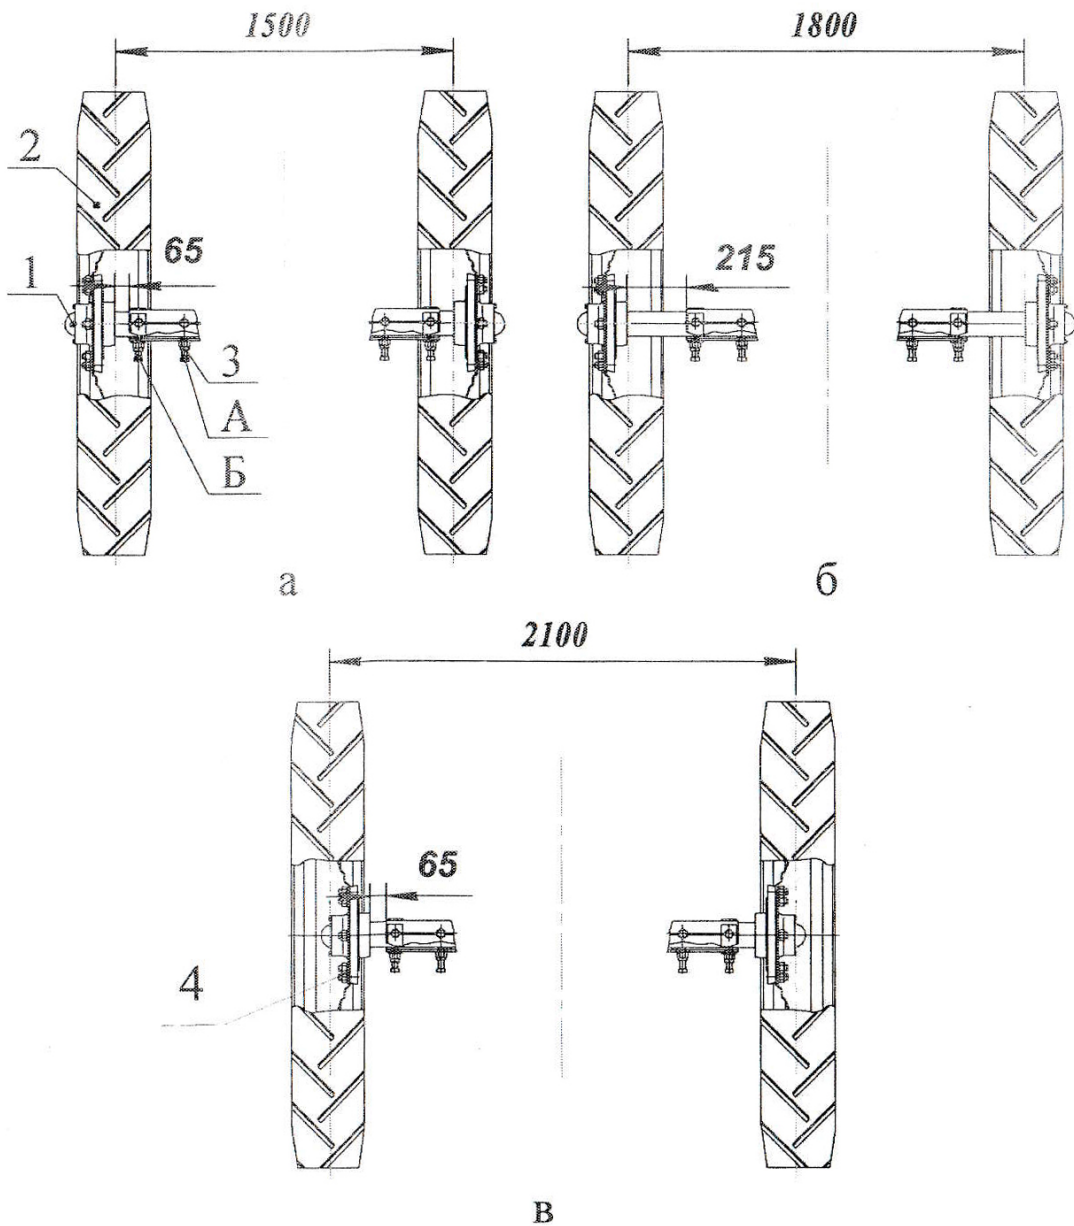

Рис. 6.6
6.3.2 Встановити необхідну колію коліс обприскувача і трактора залежно від міжрядь оброблюваних культур (див. рис. 6.6). Обприскувач поставляється із шириною колії 1500 мм (рис. 6.6, а). При цьому болти А зачіпляються за виступ на осі маточини (1, рис. 6.6, а). Для зміни колії на ширину 1800 мм послаблюємо контргайки (3) та болти А і Б. Висуваємо колесо до розміру 215 мм і затискаємо болтами А і Б та контргайками (3, рис. 6.6, б). Для зміни колії на ширину 2100 мм – відкрутити гайки (4, рис. 6.6, в), поміняти місцями колеса і закрити гайки.